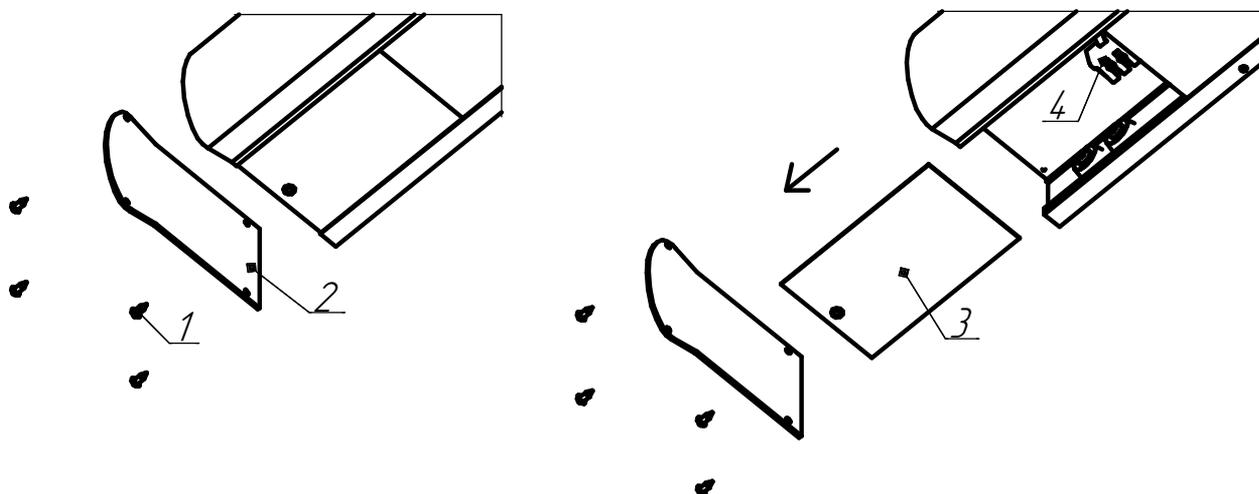

Рисунок 2 - Схема подключения светильников
5.3 Выкрутите саморезы (поз. 1, рисунок 2) на торцевой части светильника, снимите крышку (поз. 2, рисунок 2). Вытащите пластину (поз. 3, рисунок 2). Пропустите питающий провод через заглушку к клеммной колодке (поз. 4, рисунок 2).